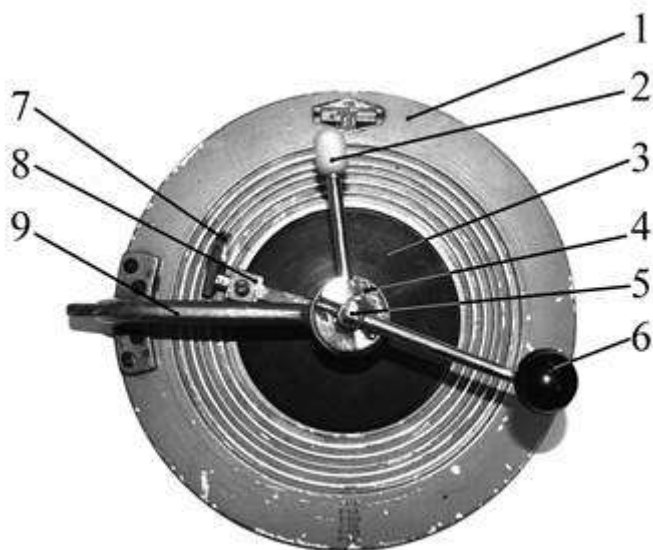

Рис. 5. Приспособление ТММ-31А для изготовления бумажных заготовок
Приспособление для изготовления бумажных заготовок ТММ-31А (рис. 5) состоит из следующих основных частей: основание (1), кронштейн (9) с валиком (4), рычаг (8) с режущим инструментом (7). К основанию (1) с шестью кольцевыми канавками для выхода лезвия при резке крепится кронштейн (9). Во втулке (4) кронштейна смонтирован вертикальный валик (5), на верхней части которого укреплен рукоятка привода (2). К валику (4) крепится рычаг (8) с режущим инструментом (7) – лезвием безопасной бритвы. Держатель лезвия перемещается во втулке рычага, что обеспечивает возможность изготовления заготовок различных диаметров. Закрепление бумажной заготовки к основанию (1) осуществляется диском (3) при помощи поворота рукоятки (6).